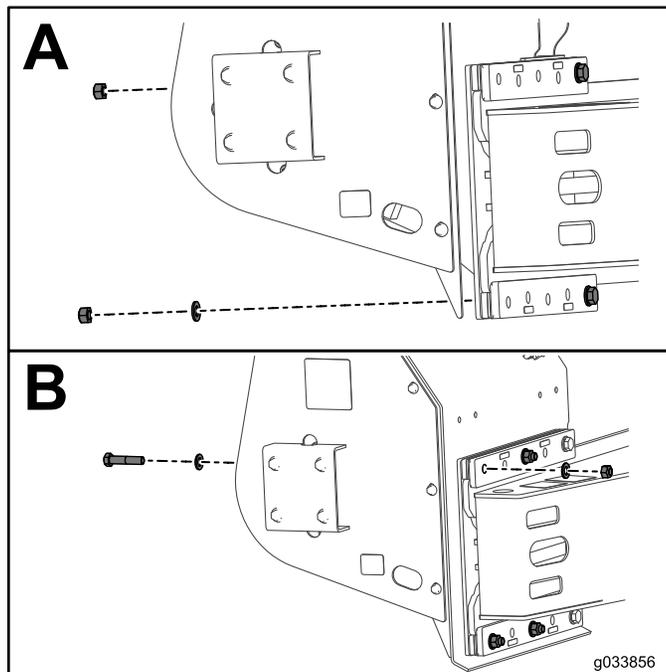

図5
11. 図5のAに示すように、上側のボルトをロックナットで固定する。
12. 図5のAに示すように、下側のボルトをワッシャとロックナットで固定する。